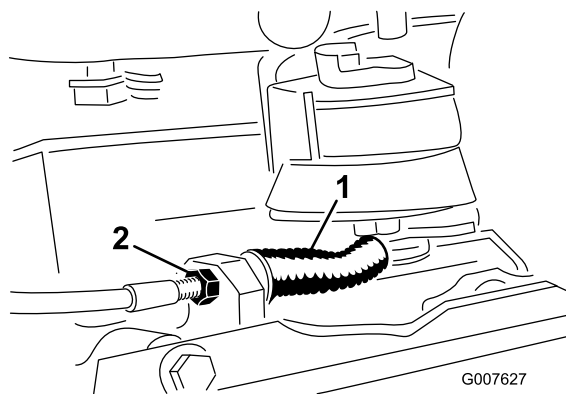

Figura 40
- Para reducir la tensión del cable, afloje la contratuerca delantera del cable y apriete la contratuerca trasera (Figura 40). Repita los pasos 1 y 2 y ajuste la tensión si es necesario.
- Para aumentar la tensión del cable, apriete la contratuerca delantera del cable y afloje la contratuerca trasera (Figura 40). Repita los pasos 1 y 2 y ajuste la tensión si es necesario.